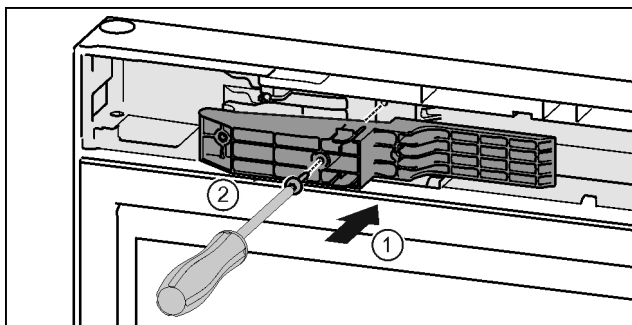

Fig. 48 *
- ▶ Вставьте деталь адаптера в выемку на стороне ручки. Fig. 48 (1)*
- ▶ Затяните винты отверткой T15. Fig. 48 (2)*